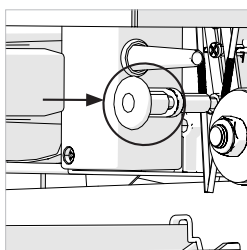

Fig. 17
- Abaissez la tête de coupe à sa position basse tout en saisissant la carter de protection de lame. Poussez la tige de blocage de tête de coupe dans son trou. **(Fig. 17)**